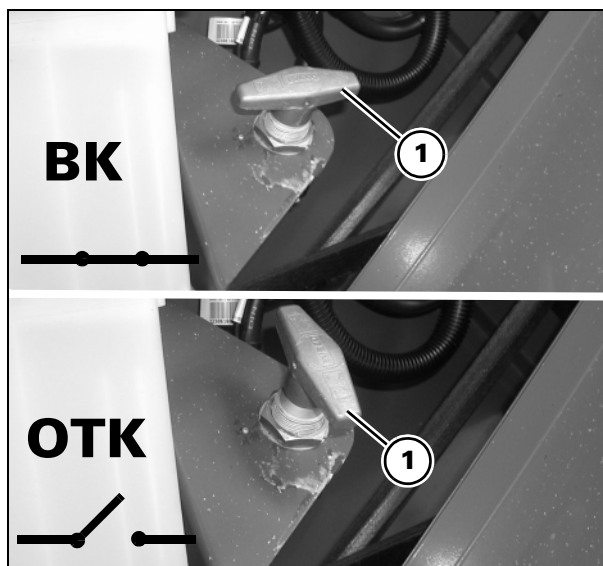
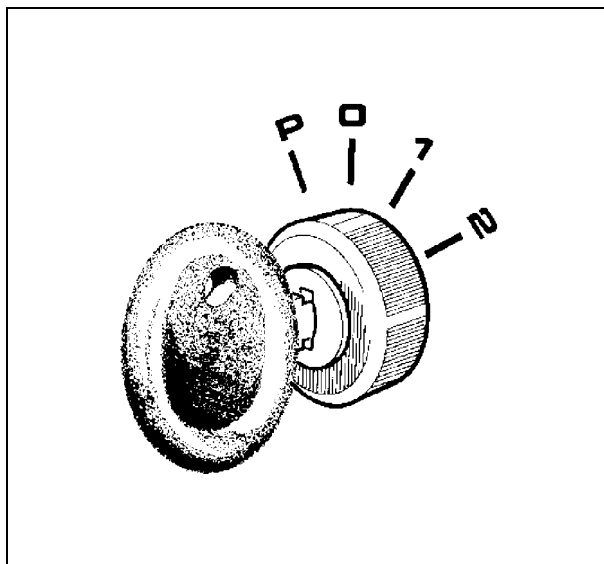

Рис. 86
Рис. 87
Рис. 86 и Рис. 87
- 1.) Выключить переключатели разгрузки питателя (1), молотилки (2) и зернового бункера (3).
- 2.) Снизить до минимума частоту вращения двигателя с помощью акселератора (4); дать двигателю поработать на холостом ходу около минуты.
- 3.) Остановить двигатель, для чего повернуть ключ зажигания (5) в положение "0".
- 5.) Отпустить ключ зажигания (5).
- 6.) Установить выключатель аккумуляторной батареи в вертикальное положение (положение **ВЫКЛ.** - Рис. 86).